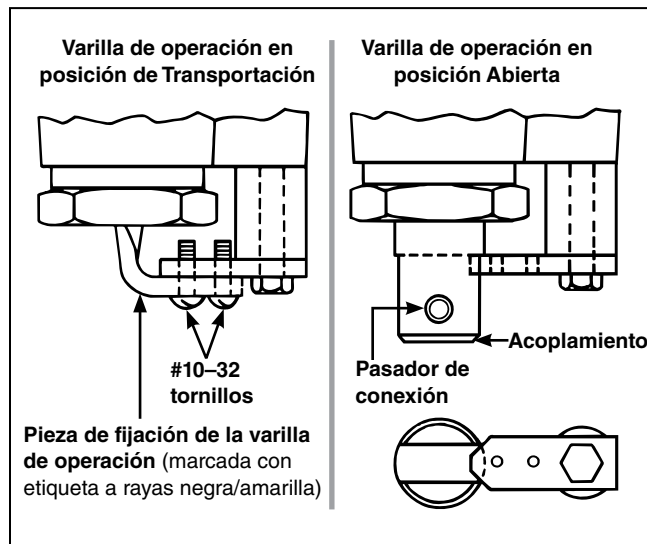

Figura 14. Preparación de la cámara interruptiva para su acoplamiento a la columna de soporte aislante.
- (a) Retire y deseche los dos tornillos #10-32 que conectan la ménsula de sostén de la varilla de operación (marcado con una etiqueta con rayas negras/amarillas) para su envío. Ver Figura 14.
- (b) Jalar la pieza de fijación para poder mover la varilla de operación a su posición **Abierta**. Ver Figura 14.
- (c) Retire el pasador de conexión utilizado para fijar el soporte de sujeción al acoplamiento. Conserve el pasador de conexión para volver a utilizarlo en el Paso 4(h) en la página 20). Deseche el soporte de sujeción. Ver Figura 14.